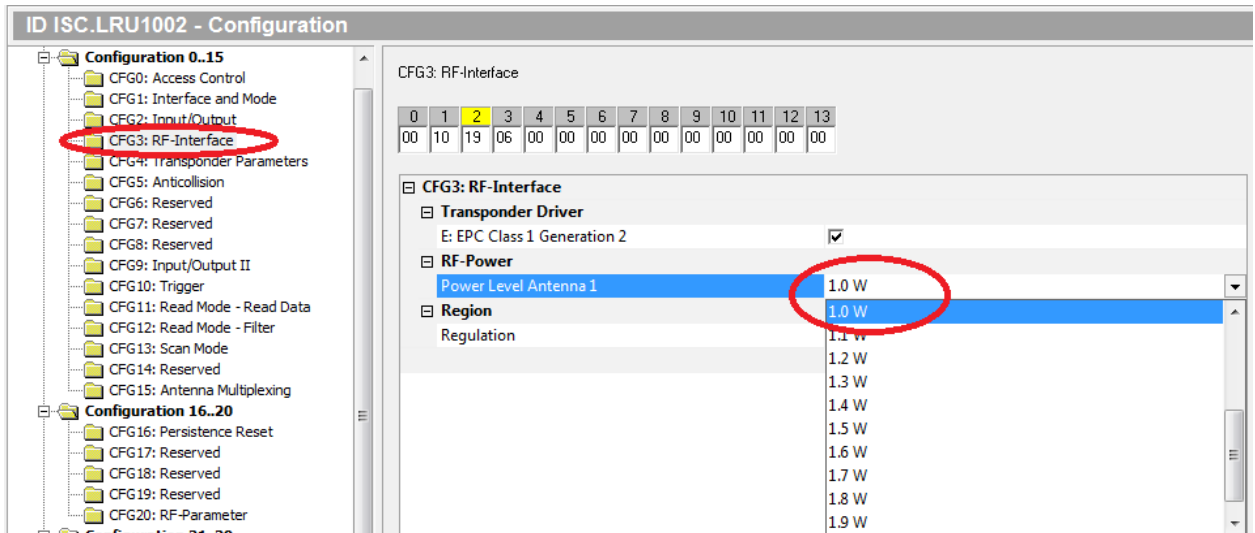

Рисунок 11
6.13 Необходимо задать мощность антенн, например, 1Вт (см. рисунок 11). Для сохранения изменений нажать ox81 Write.